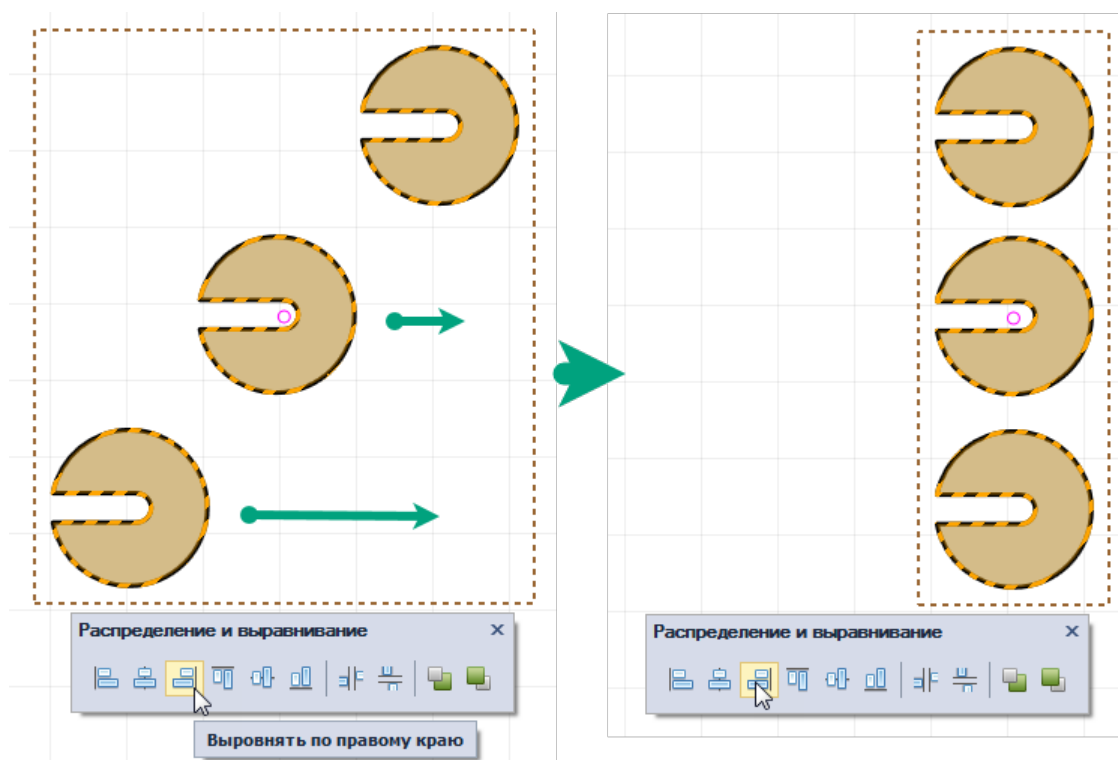

Рис. 452 Выравнивание по правому краю
- На панели «Распределение и выравнивание» выберите инструмент «Выровнять по правому краю», который обозначен символом , см. Рис. 452.